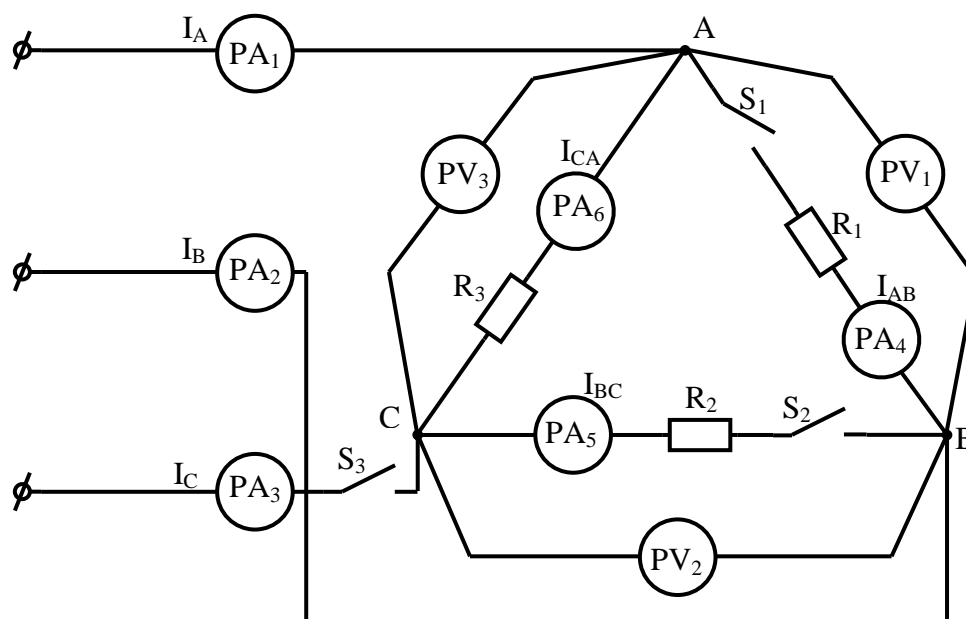

Рисунок 17.1 – Трехфазная цепь, соединенная треугольником
3. Рисунок 17.1 – Трехфазная цепь, соединенная треугольником.